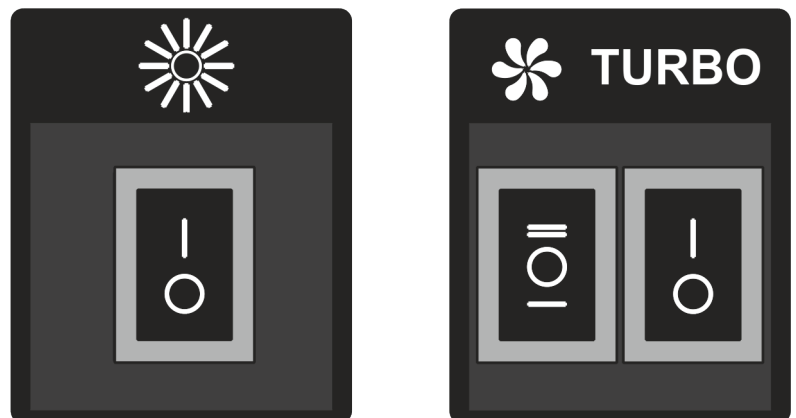

Рис.5
7.3 На боковинах корпуса розміщений **клавішний перемикач** режимів роботи і включення галогенних ламп освітлення (рис.5).